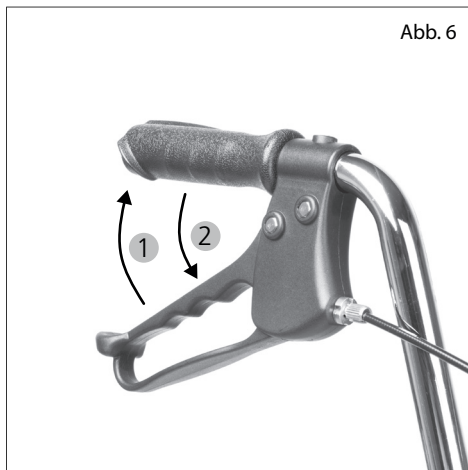

Abb. 6
1. Zum Bremsen während der Fortbewegung (Betriebsbremse) ziehen Sie die beiden Bremsgriffe gleichmäßig hoch (1, Abb. 6).
2. Um den Rollator sicher und dauerhaft im Stand zu bremsen, um z.B. zu sitzen, drücken Sie den Bremsgriff kräftig nach unten weg (2, Abb. 6). Der Bremsgriff rastet fest in dieser Position ein.